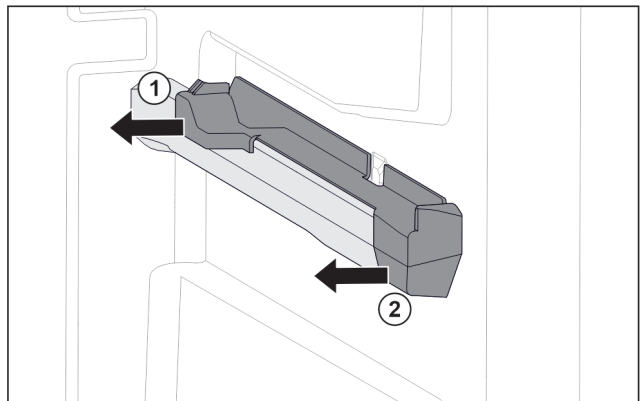

Fig. 39 Aufsteckteil auf der rechten Behälterrippe
- ▶ Aufsteckteil unten hinten greifen. Fig. 39 (1)
- ▶ Aufsteckteil hinten zur Seite abziehen. Fig. 39 (1)
- ▶ Aufsteckteil vorne zur Seite abziehen. Fig. 39 (2)